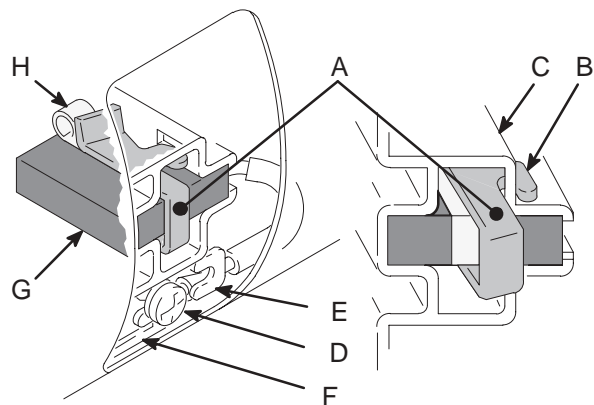

Fig. 5 01227
4. Fig. 5. Trykk inn fjærklemmen 110816 (A) for å få krokene (B) ut av børsteholderen (C). Trekk ut fjærklemmen.
5. Fig. 5. Løsne terminalskruen (D). Trekk børsteledningen (E) bort slik at motorledningen (F) fremdeles sitter på plass. Ta av den gamle børsten (G) og fjæren (H).
8. Fig. 5. Skyv børsteledningen (E) under skiven på terminalskruen (D) og trekk til skruen. Pass på at motorledningen (F) fremdeles sitter på plass.